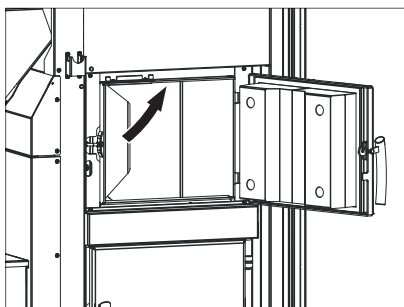
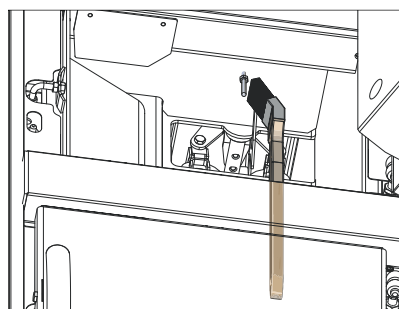

Fig. 37 Pulire la sonda Thermocontrol
Fig. 38 Pulire la sonda Thermocontrol
- All'occorrenza, rimuovere la cenere volatile dalla sonda Thermocontrol per mezzo di un pennello. La sonda Thermocontrol si trova nella camera di combustione – Fig. 37, Fig. 38.